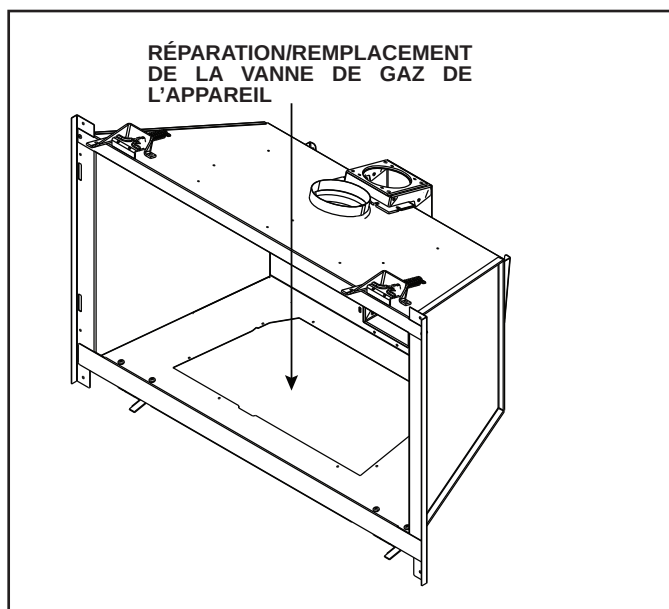

Figure 7.6 Accès à la vanne à gaz
- Accédez à la vanne de gaz comme indiqué dans la figure 7.6 et procédez aux réparations et/ou au remplacement.